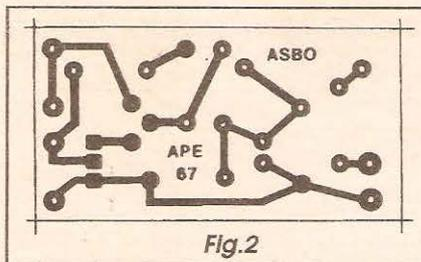

Fig. 2
- FIG. 2 - LAYOUT DO CIRCUITO IMPRESSO ESPECÍFICO - Como o circuito é muito modesto, em termos de quantidade e tamanho dos componentes, isso se reflete nas dimensões da própria plaquinha específica de impresso, também *maneiríssima* em suas dimensões, com um arranjo de ilhas e pistas cobreadas simples, sem *congestionamentos*... A figura traz o padrão cobreado em tamanho natural, facilitando a cópia direta, com carbono, e seque trazeção, corrosão, furação, etc., nas etapas já mais do que conhecidas de todo bom hobbysta... De qualquer maneira, tratando-se de uma aplicação com intenções profissionais e/ou industriais, recomenda-se ainda mais enfaticamente uma boa conferência ao final da confecção, para